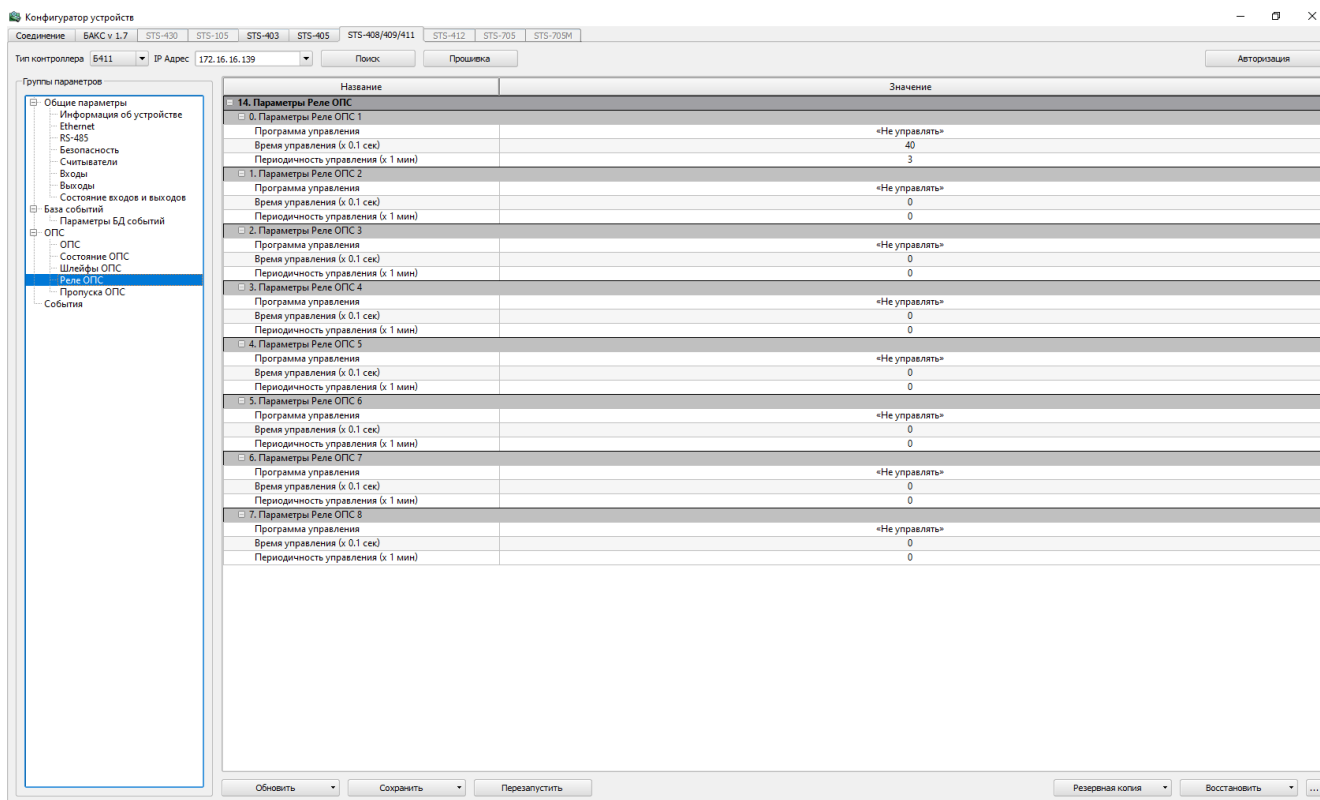

Рисунок 36 – Реле ОПС
- в группе «Параметры реле ОПС» (рисунок 36) настроить для выбранного реле: